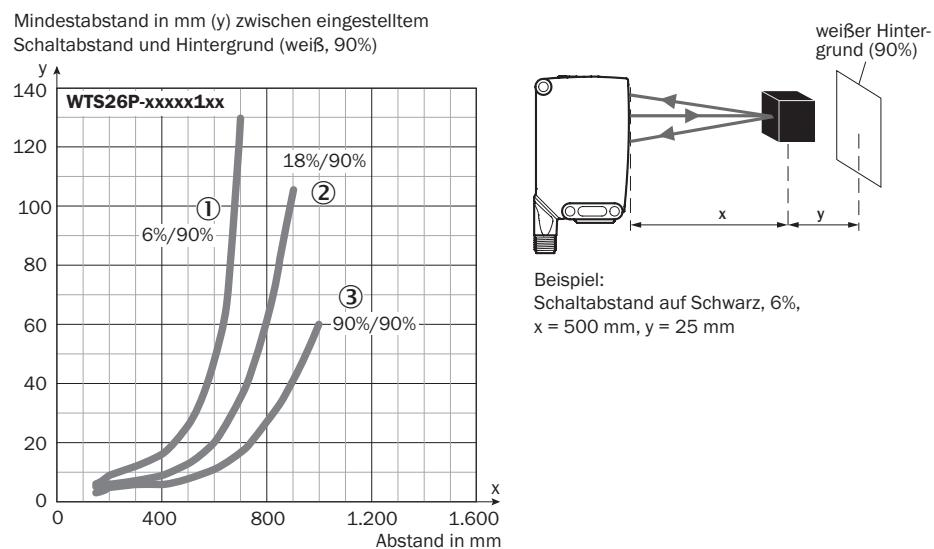
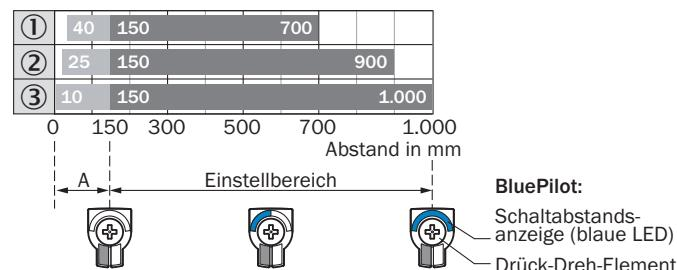

Abbildung 14: Kennlinie 1
Abbildung 15: Balkendiagramm 1
Einsatzbedingungen prüfen: Schaltabstand und Distanz zum Objekt bzw. Hintergrund sowie Remissionsvermögen des Objektes mit dem zugehörigen Diagramm [Abbildung 14, Abbildung 15] abgleichen ( $x$  = Schaltabstand,  $y$  = Mindestabstand zwischen eingestelltem Schaltabstand und Hintergrund (weiß 90%)). Remission: 6 % = schwarz ①, 18 % = grau ②, 90 % = weiß ③ (bezogen auf Standardweiß nach DIN 5033). Wir empfehlen, die Einstellung mit einem Objekt von niedriger Remission vorzunehmen.
Die minimale Distanz (=  $y$ ) für die Hintergrundausblendung kann aus dem Diagramm [Abbildung 14 ①] wie folgt ermittelt werden: